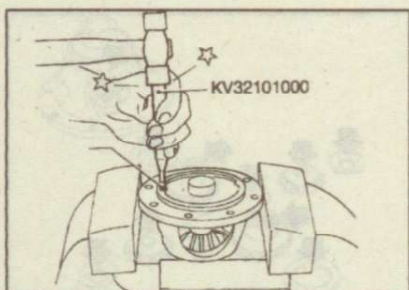

Рис. 9.248. Установка цилиндрического штифта крепления оси сателлитов
4. Совместите отверстие в оси сателлитов с отверстием в коробке дифференциала и вставьте цилиндрический штифт (рис. 9.248).